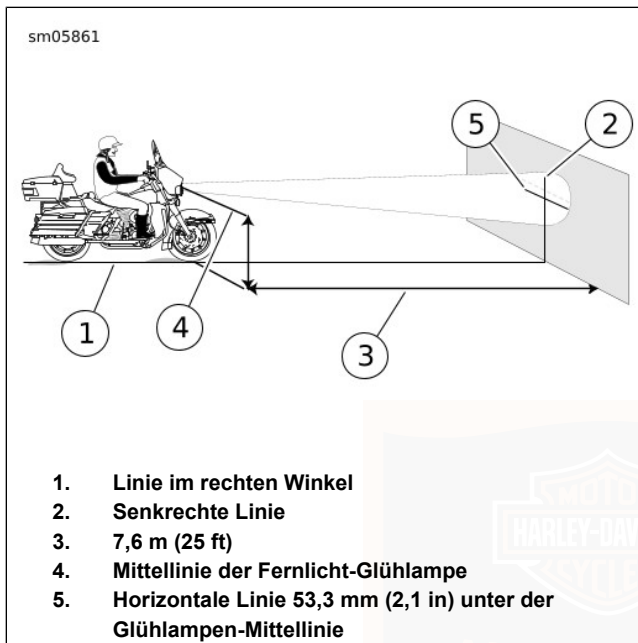

Abbildung 65. Scheinwerferausrichtung prüfen
Siehe Abbildung 65. Um die korrekte Platzierung des Motorrads zu erleichtern, kann am Boden eine Linie im rechten
2. Den Scheinwerferstrahl einstellen, bis er wie in Abbildung 65 dargestellt, zentriert ist.